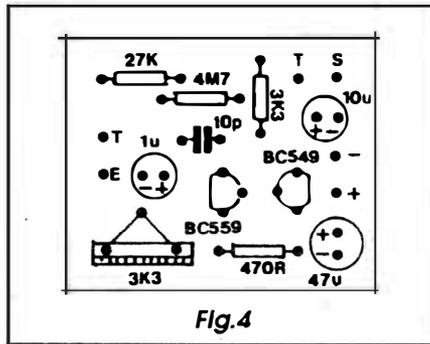

Fig.4
- FIG. 4 - CHAPEADO DA MONTAGEM - O outro lado da placa, já com todas as peças devidamente posicionadas, codificadas com suas identificações, valores, polaridades, etc., além de receberem estilizações gráficas já convencionais aqui em APE, e que são bastante claras, mesmo ao principiante... Os componentes que requerem maior atenção na inserção e
*trim-pot* original por um potenciômetro (linear) de 3K3, ligado à placa por fios curtos, às ilhas/furos normalmente destinadas ao dito *trim-pot* (rever FIG. 4).